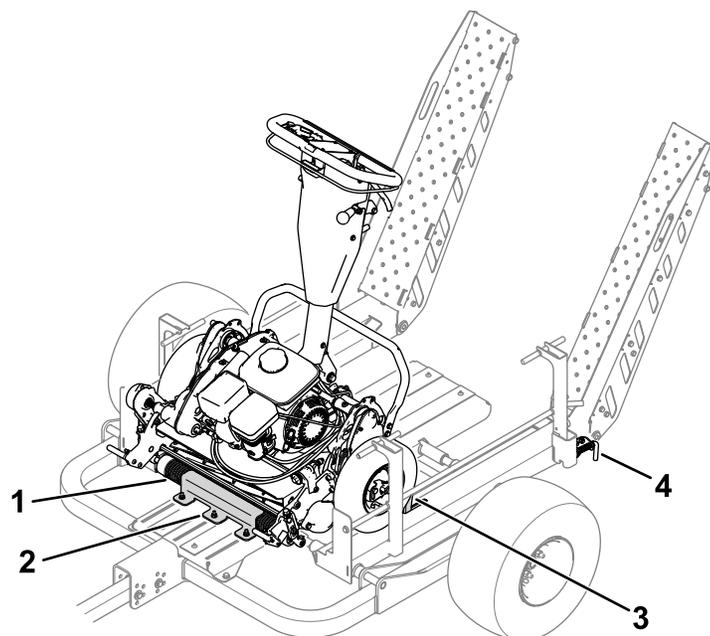

図 30
1. フラットランプまたはレールを使って、モアをゆっくり前進させてトレーラ上に載せ、前ローラがローラマウントの間に入ったら停止させる 図 30。
4. ランプを取り込み、ラッチピンを掛ける 図 30。